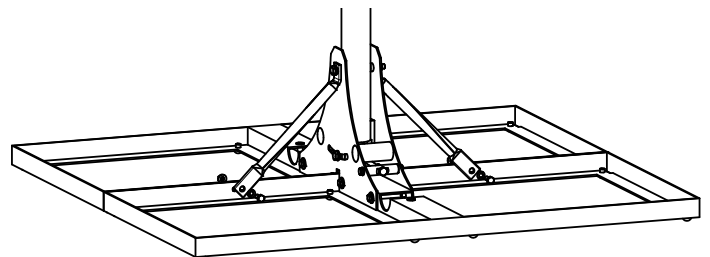

Abb. 5: Stützen befestigen (2)
6. Die Stützen unten mit den Schrauben M8 x 20 mit dem Anzugsdrehmoment von 23 Nm befestigen (Abb. 5).